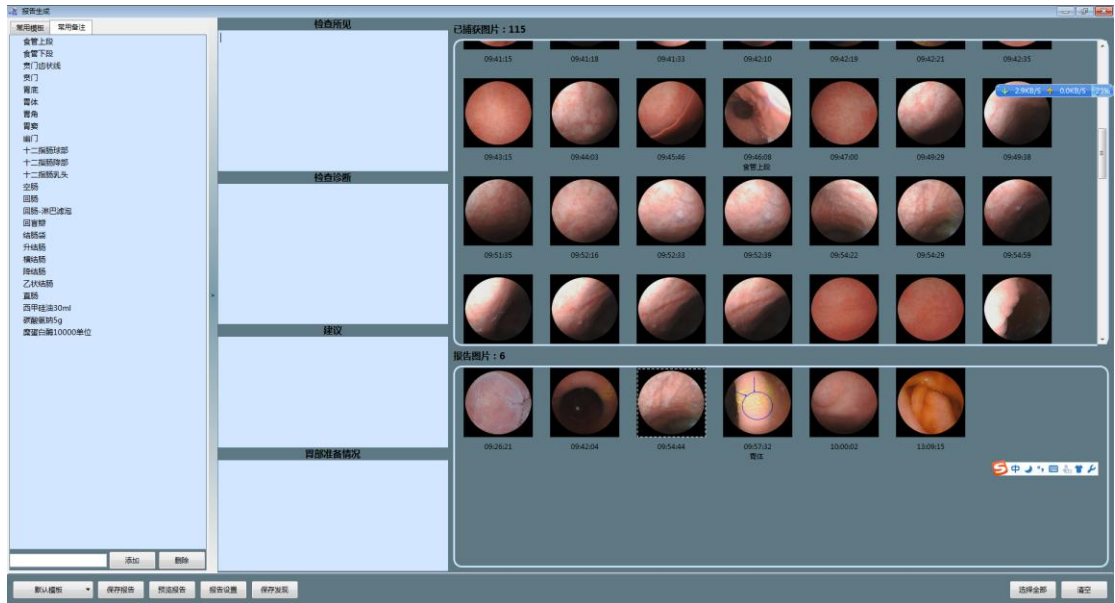

图 4-103 报告图片挑选
2. 鼠标移动到“已捕获图片”栏中的图片上，单击鼠标左键，选中图片，选中的图片切换到“报告图片”栏显示，并将被添加到打印的报告中；单击“报告图片”栏中的图片，取消选择。也可以通过点击 **选择全部**和**清除选择**按钮进行全选和反选。如图 4-103 选中报告图片。